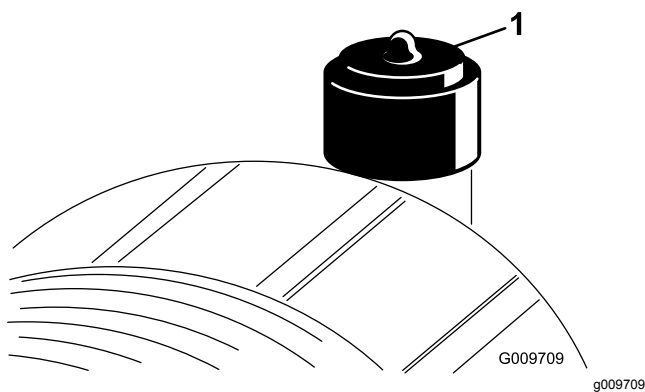

Figura 49
Revise el filtro del limpiador de aire únicamente cuando el indicador de mantenimiento (Figura 49) lo requiera. El cambiar el filtro antes de que sea necesario aumenta la posibilidad de que entre suciedad en el motor al retirar el filtro.
2. Reinicie el indicador (Figura 49) si se ve rojo.